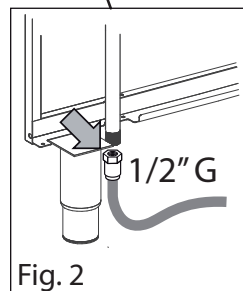

Fig. 2
- Ligue uma extremidade do tubo de alimentação à rosca do equipamento (Fig. 2).
- Abrir a torneira de interceptação a montante do equipamento (Fig. 2);
- Remontar o parafuso com anilha de contenção de gás na sua posição correta, abrir a torneira de interceptação a montante da aparelhagem (Fig. 2) e verificar se não há vazamentos de gás.